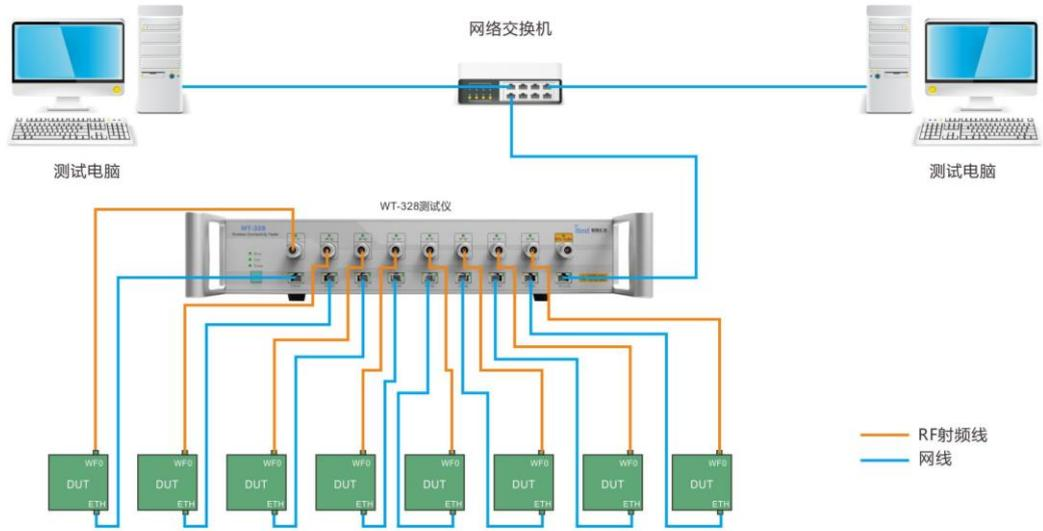

图 5-4 WT-328 并行测试组网示意图
- 使用仪器子网口：将 DUT 的 LAN 口通过网线与仪器的子网口连接，可参考图 5-4 WT-328 并行测试组网示意图。